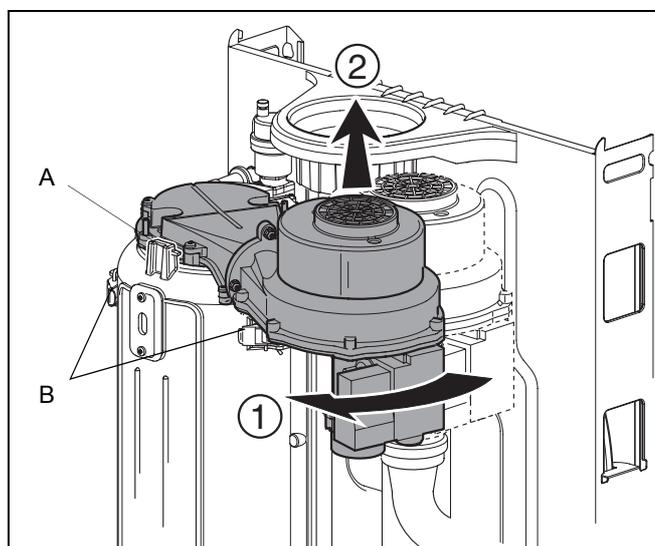

Fig. 33 Démontez le "KombiVent"
- Retirer l'écrou (fig. 33, pos. A) et démonter le "KombiVent" (unité air/gaz) (fig. 33).
- Vérifier l'étanchéité du raccordement entre le ventilateur et le brûleur (fig. 33, pos. A).